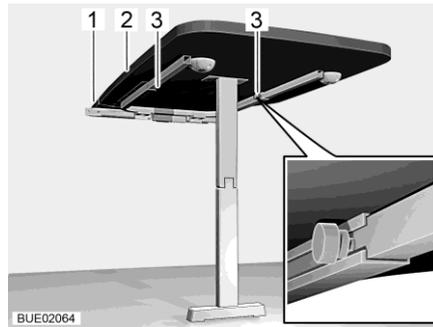

Fig. 133 Table suspendue avec un pied d'appui à joint
- Desserrer deux vis moletées (Fig. 133,3).
- Soulever légèrement le plateau de table (Fig. 133,2) à l'avant et le dégager jusqu'à la butée. La rallonge de table est maintenant complètement sortie.
- Insérer la rallonge du plateau de table (Fig. 133,1) dans la rallonge de table.
- Soulever légèrement le plateau de table (Fig. 133,2) à l'avant et le retirer.
- Retirer la rallonge du plateau de table (Fig. 133,1) et la mettre en sûreté.